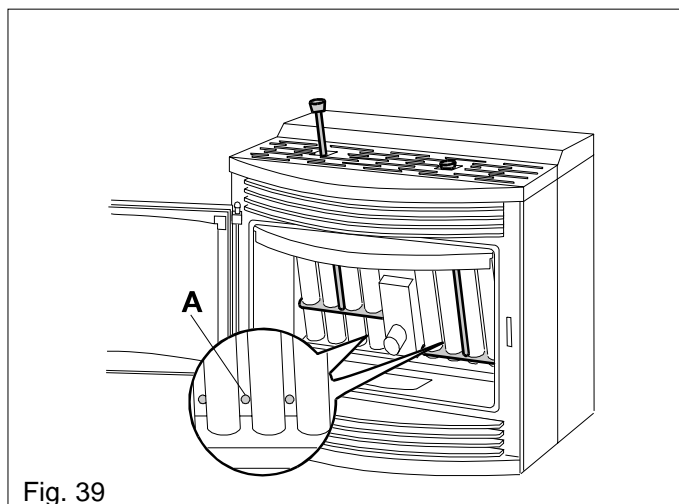

Fig. 39
Accertarsi infine che i fori (A) (Fig.39) di passaggio fumi siano liberi da depositi di cenere